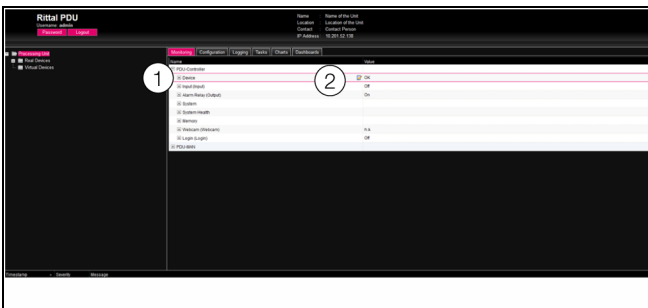

Imagen 47: Selección de varios parámetros
- Abra sólo la entrada «PDU Controller» clicando sobre el símbolo «+» junto a la entrada (imagen 47, pos. 1).
- Coloque el puntero del ratón al final de la primera columna en la línea «Device» (imagen 47, pos. 2). Aparecerá un símbolo «Edit» y el puntero del ratón se convertirá en un símbolo «Hand».